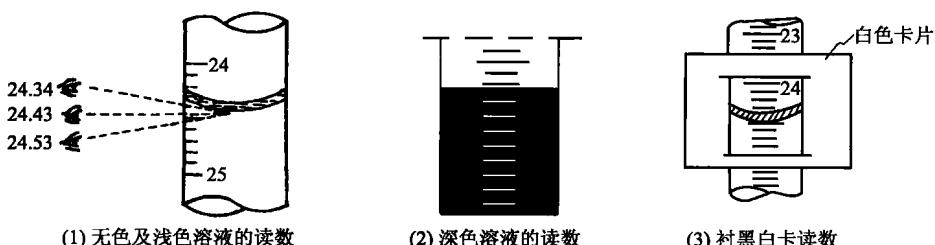

图1-13 滴定管读数
(2) 滴定管读数 装满或放出溶液后应等1~2min，等液面稳定后再读数。读数时，可以将滴定管夹在滴定管夹上，也可用右手拇指、食指、中指持近管口无刻度处，使滴定管垂直，进行读数，不管用哪种方法，都要保持滴定管的垂直状态。视线应和液面弯月面最低点在同一水平面上，如果是无色溶液，读取弯月面下缘最低点对应的刻度，深色溶液读取弯月面两侧最高点对应的刻度（图1-13），初读数与终读数应用同一标准。